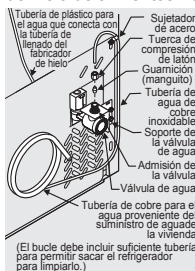

Figura 1
- Si utiliza tuberías de cobre, deslice la tuerca de compresión de latón y la guarnición (manguito) en la tubería de suministro de agua. Inserte la tubería de agua en la admisión de la válvula de agua tan adentro como sea posible (1/4" / 6,4 mm). Inserte la guarnición (manguito) en la admisión de la válvula y apriete a mano la tuerca de compresión en la válvula. Apriete media vuelta adicional con una llave. NO apriete demasiado. Vea la figura 1.